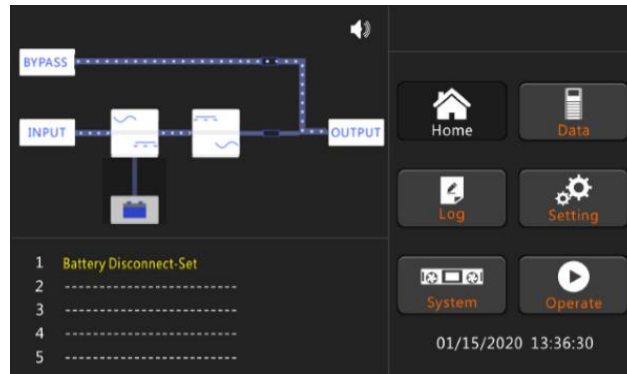

Fig.4-3 LCD de démarrage de l'ASI
6. Une fois l'interrupteur statique de dérivation activé, l'ASI démarre et la barre d'indication de l'ASI clignote, comme illustré à la figure 4-3.